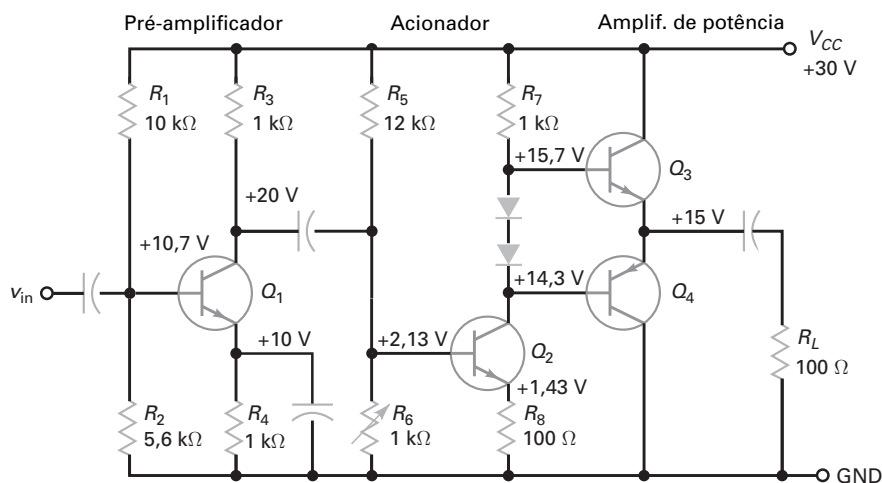

Figura 10-43
- 10-29** Qual é a potência máxima na saída na Figura 10-43?
10-30 Na Figura 10-43, qual é o ganho de tensão do estágio pré-amplificador se $\beta = 200$?
10-31 Se os ganhos de corrente de Q_3 e Q_4 forem de 200 na Figura 10-43, qual é o ganho de tensão do segundo estágio?
10-32 Qual é a corrente quiescente no coletor na Figura 10-43 do estágio de potência de saída?
10-33 Qual é o ganho de tensão total para o amplificador de três estágios na Figura 10-43?